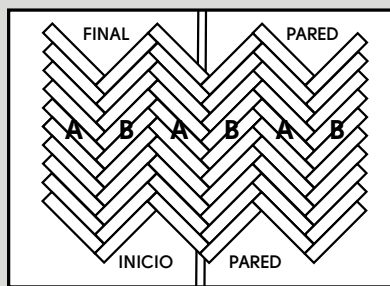

Fig. 8
9. Continúe instalando los tabloncillos «B». Repita la instalación del otro lado de la fila del tabloncillo original «B» con las planchas «A». Complete la instalación utilizando el mismo método, manteniendo los espaciadores de expansión en su sitio y el patrón en escuadra (Fig. 8).